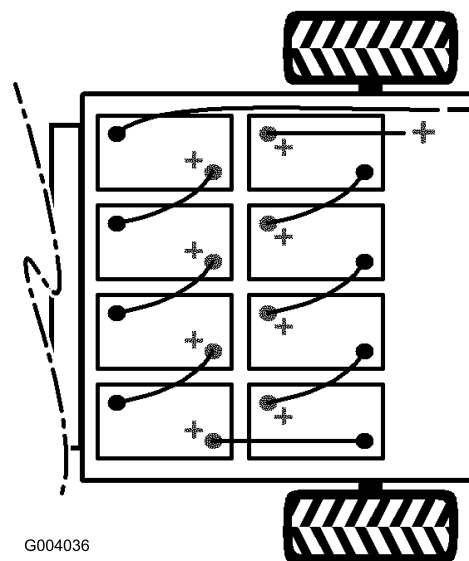

Рисунок 38
- Отсоедините главный отрицательный кабель аккумуляторной батареи (черный), который соединяет блок аккумуляторных батарей с точкой заземления автомобиля (Рисунок 38).
- Отсоедините главный положительный кабель аккумуляторных батарей (красный), который соединяет блок аккумуляторных батарей с главным предохранителем автомобиля (Рисунок 38).
Примечание: При установке аккумуляторных батарей обращайте внимание на их полярность (Рисунок 38).
- Соедините аккумуляторные батареи между собой, как показано на Рисунок 38, с помощью промежуточных соединительных кабелей, снятых при выполнении пункта 1.
- Подсоедините главный положительный кабель аккумуляторной батареи (красный), расположенный между блоком аккумуляторных батарей и автомобилем (Рисунок 38).
2. Подсоедините главный отрицательный кабель аккумуляторной батареи (черный), расположенный между блоком аккумуляторных батарей и автомобилем (Рисунок 38).